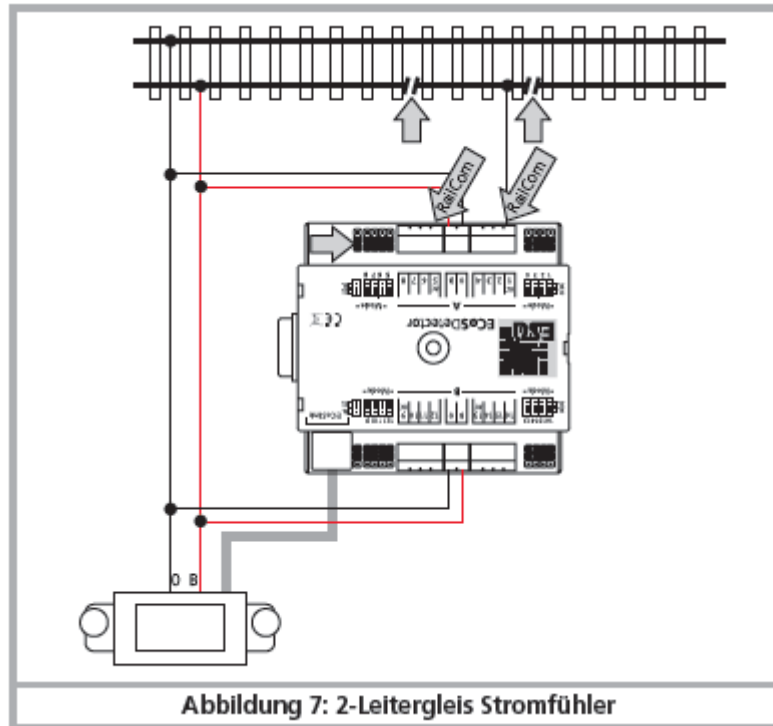

Figura 7 : sistema de 2-carriles con detector de corriente
- Conecte las entradas “0” y “B” del ECoSDetector con la salida conveniente de alimentación. En el ejemplo de la figura 7, los dos grupos de bornes “A” y “B” son cada uno abastecidos por la misma alimentación. Por lo tanto, los terminales “0” y “B” situados a cada lado del ECoSDetector deben conectarse juntos. Si para el grupo “B” (entradas 9 a 16) utiliza una alimentación ECoSBoost separada, debe hacer la conexión tal como se describe en el capítulo 6.4.
Cuando cree secciones aisladas para la retroseñalización, compruebe que siempre aisle el mismo polo de la tensión digital. Sobre la figura 7 está claro que es el rail marcado con la "B" (rojo) que debe aislarse. Esta disposición debe aplicarse de manera coherente al conjunto de la red, de lo contrario se producirán cortocircuitos en el paso de la sección.